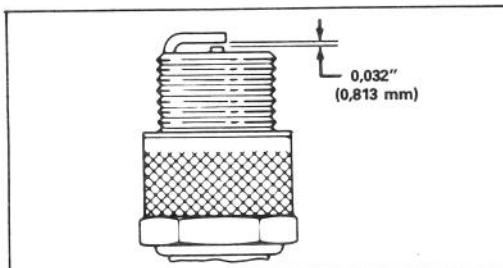

Figure 12
3. Réglez l'écartement des électrodes à 0,032" (0,813 mm) (Fig. 12). Installez la bougie réglée avec son joint. Serrez-la à 15 ft-lb (20,4 N·m).